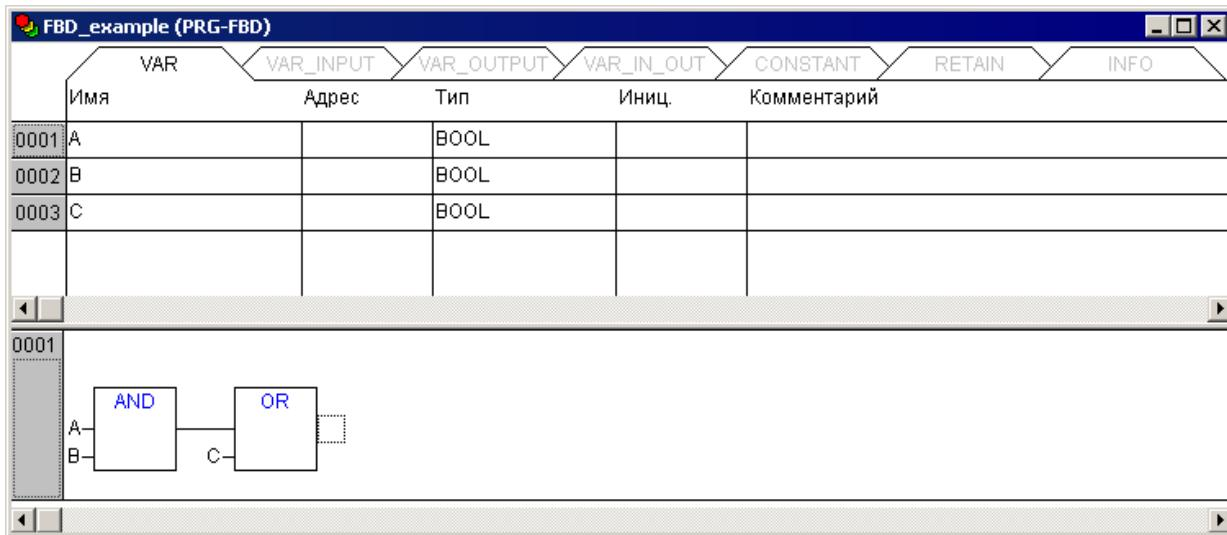
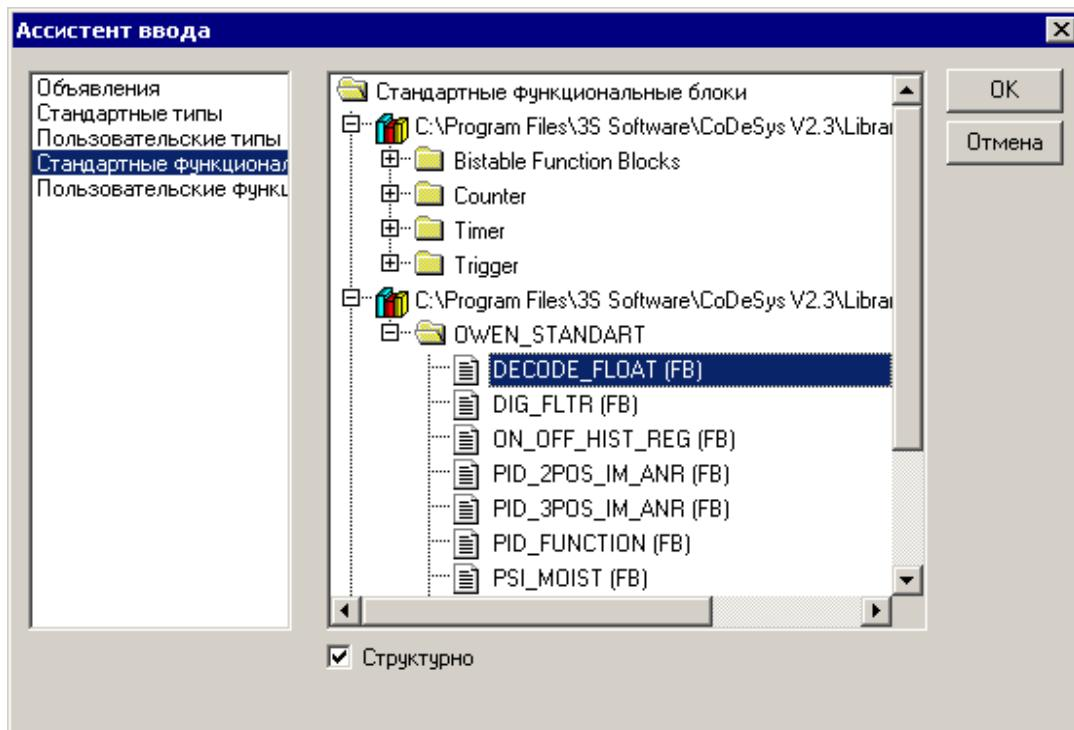

Рисунок 4.5 – Окно редактора объявлений (в табличной форме) (верхняя часть окна редактора POU)
Рисунок 4.8 – Окно «Ассистент ввода (Input Assistant)»
- 4) В открывшемся окне «Ассистент ввода» (см. рисунок 4.8), в левой части, где отображается перечень доступных типов добавляемых объектов, – выделить требуемый тип (в данном случае – «Стандартные функциональные блоки»). В правой части окна при этом отобразится перечень доступных объектов выбранного типа. При этом: если флагок переключателя «Структурно» в нижней части окна установлен, то перечень отображается в виде иерархического структурированного списка, см. рисунок 4.5; если флагок не установлен, то перечень отображается в виде отсортированного по алфавиту линейного списка.